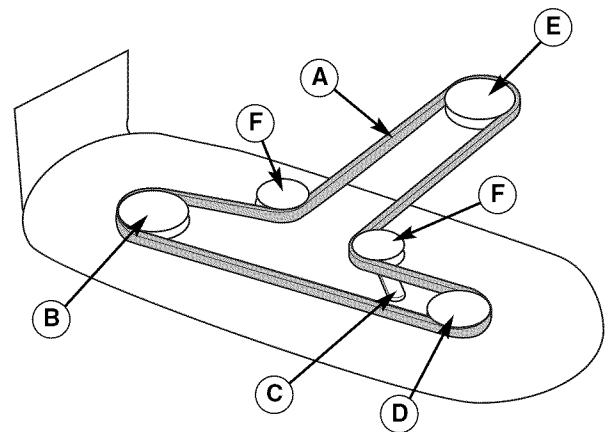

Figura 42. Disposición de Banda de PTO
2. Use el brazo de la polea tensora (C, Figura 42) para liberar la tensión en la banda y quitar la banda de la podadora (A) de la polea de PTO (E).
4. Instale la banda nueva (A) como se muestra en la Figura 42.